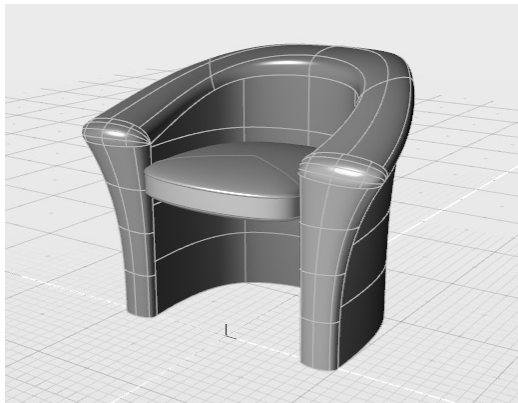

图 8-6 分图层管理渲染文件
5) 此时所有移入新图层的曲面自动被赋予该图层颜色, 如图 8-6 所示。至此, 渲染的准备工作完毕。再次保存该文件以用于渲染。